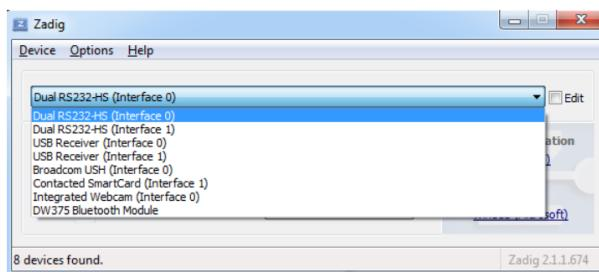

Figura 19: Lista de dispositivos vinculados a USB
- Aparecerá una lista de dispositivos de comunicación relacionados al USB. Se tiene que buscar aquellos cuyos nombres tengan relación con el puerto serie (puede aparecer Dual RS232-HS, USB Serial Converter, o algo similar). Por lo general, aparecerán 2 con el mismo nombre, excepto que uno es Interface 0 y el otro Interface 1, como se muestra en la Figura 19 (la lista de drivers que se muestra puede diferir, dependiendo de la computadora que se utilice).